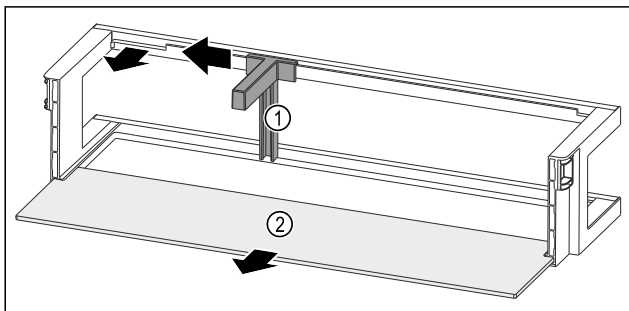

Fig. 65 Deurrek met flessenhouder en draagplateau
- Flessenhouder Fig. 65 (1) tot aan de uitsparing opzij schuiven.
- Flessenhouder Fig. 65 (1) verwijderen.
- Draagplateau Fig. 65 (2) verwijderen.